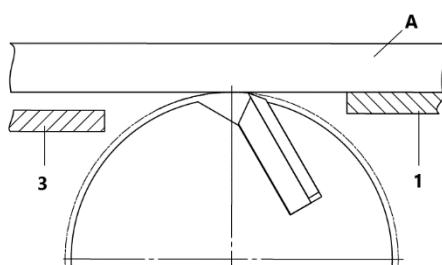

Рисунок 10 Схема проверки ножей
Закручиванием/выкручиванием винтов 32 (рис. 9) шестигранным ключом $s=3$ мм отрегулировать ножи 30 так, чтобы острье ножа слегка касалось проверочной линейки А, установленной на столе приёмном 1 (рис. 10).
- выставьте приёмный стол с помощью ручки 6 так, чтобы при вращении ножевого вала строгальные ножи слегка касалась линейки (рис. 10).